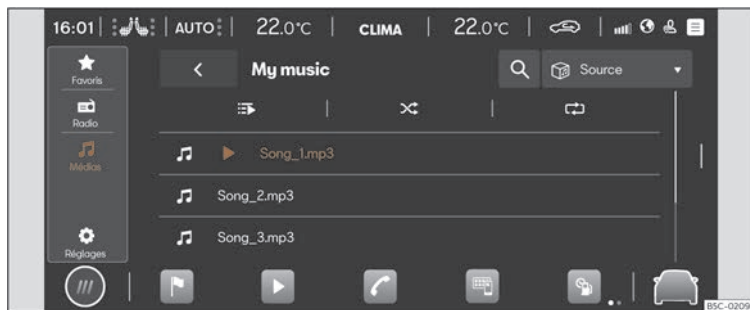

Fig. 150 Représentation schématique : Vue Multimédia
- Appuyez sur ► > 🎵 fig. 150 .